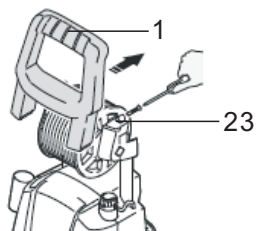

Fig. 1
- > Emboîtez la poignée (1) sur le support de l'enrouleur et fixez-la avec deux vis (23). Serrez les vis (23) à l'aide d'un tournevis adéquat (Fig. 1).